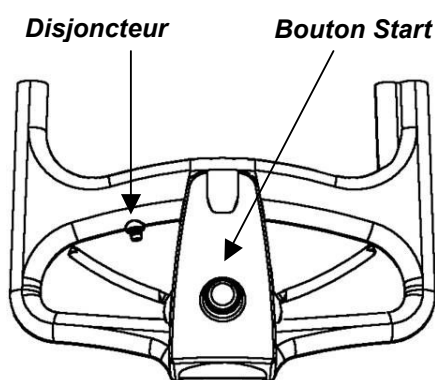
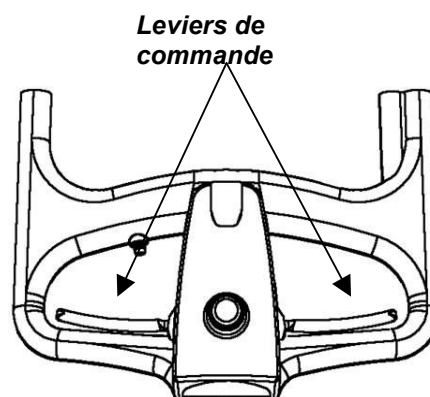

Figure 11
Figure 12
1. Pour démarrer la tondeuse, appuyez d'abord sur le bouton Start, puis actionnez les leviers de commande (**Figure 11**). Relâchez le bouton Start quand le moteur démarre et continuez à maintenir les leviers de commande (**Figure 12**).
2. La tondeuse s'arrête pendant la tonte (pour une raison autre que le relâchement de la barre de commande de présence de l'opérateur).	<p>A. Le moteur a peut-être été surchargé et le disjoncteur à l'intérieur de la clé de sécurité a coupé l'alimentation pour protéger le moteur.</p> <p>B. La tondeuse essaie de couper une trop grande quantité de gazon. Relevez-la à une hauteur de coupe plus élevée et essayez de la redémarrer.</p> <p>C. La batterie est complètement déchargée, le témoin rouge est allumé et la tondeuse va bientôt s'arrêter.</p> <p>D. Le bouton de sécurité n'est peut-être pas complètement engagé ; réinitialisez-le et réessayez. Reportez-vous à la Figure 11.</p>